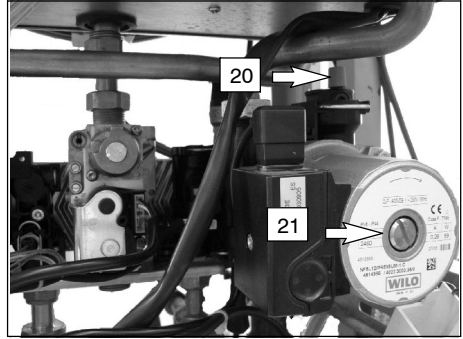

fig. 6.2
- 7 Aflojar el tapón de la válvula automática de purga 20 en la fig. 6.2
- 11 Quite el tapón 21 de la fig. 6.2 y desbloquee la bomba girando el rodete por medio de un destornillador. Durante esta operación, purgue la bomba.